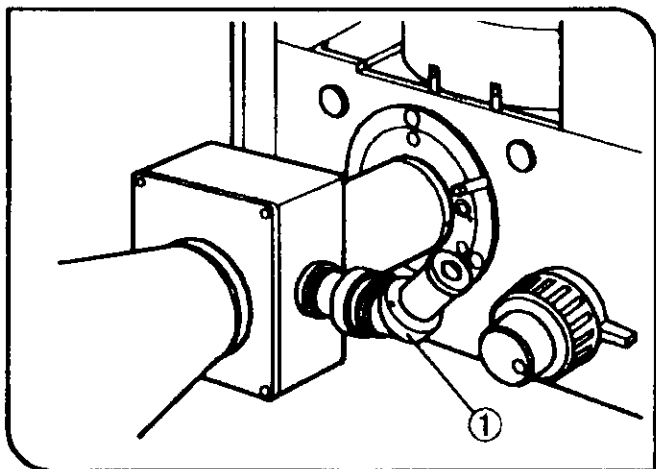

图 74
- ◎ 如果很难观察安装在侧光口上的显微照相系统取景器，建议使用可选件 U-FTV V 形聚焦望远镜(1)。(图 74)
- 上下拨动 U-FTV 的顶端，直到取景框聚焦。(图 74)。